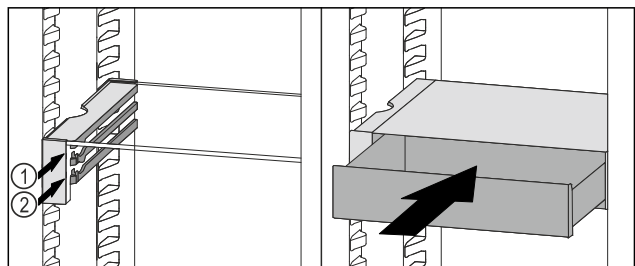

Fig. 99
- ▶ VarioSafe-lade achter de stoppers op de gewenste rib Fig. 99 (1) of Fig. 99 (2) plaatsen.